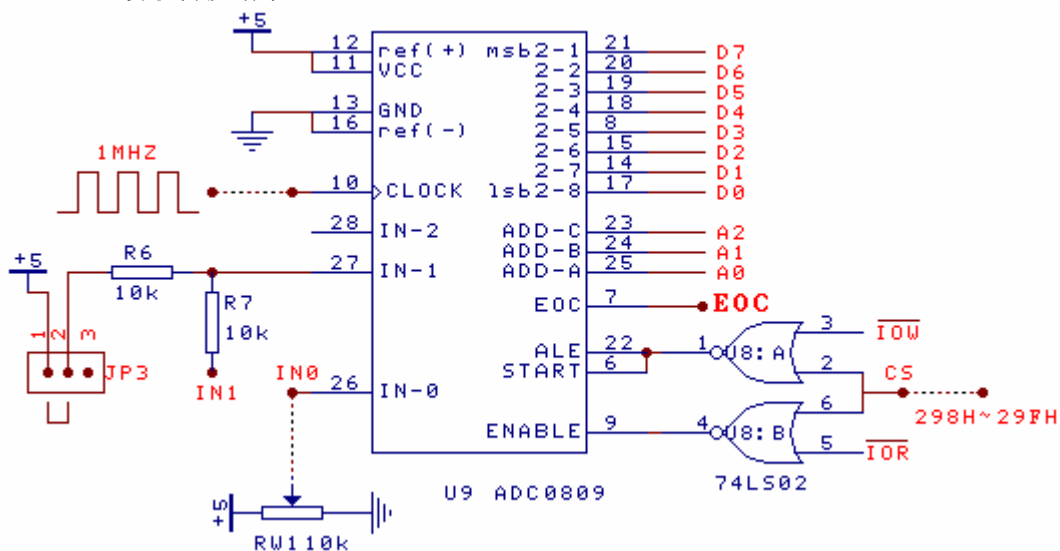

图12-1 模数转换电路
1、实验电路原理图如图12-1。通过实验台左下角电位器RW1输出0~5 V 直流电压送入ADC0809通道0(IN0), 利用debug的输出命令启动A/D转换器, 输入命令读取转换结果, 验证输入电压与转换后数字的关系。